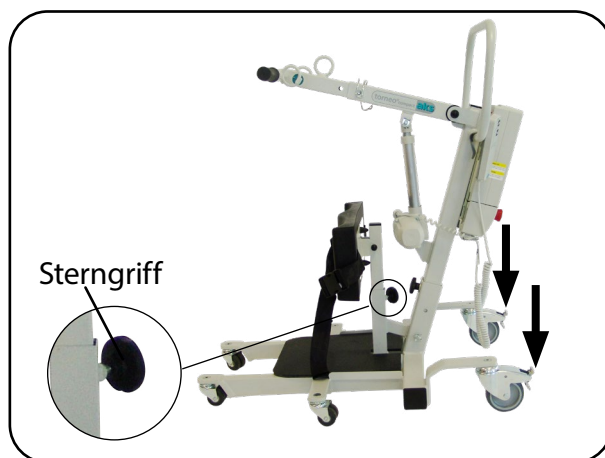

Abb. 6.2.09 – Schienbeinstütze montiert
- Lösen Sie den Sterngriff an der Aufnahme für die Schienbeinstütze am Trittbrett und stecken Sie die Schienbeinstütze in die Aufnahme. Fixieren Sie die Schienbeinstütze mit dem Sterngriff in der geeigneten Höhe (Abb. 6.2.09).
- Lösen Sie die Bremsen der hinteren Laufrollen an der Bedienerseite, durch Betätigen des Tritthebels (Abb. 6.2.09), siehe Kapitel Bedienung Abschnitt **Laufrollen**.
Für eine vereinfachte Montage empfiehlt es sich, die Schienbeinstütze aus der Aufnahme zu entfernen. Lösen Sie dazu den Sterngriff an der Aufnahme für die Schienbeinstütze (Abb. 6.2.09).